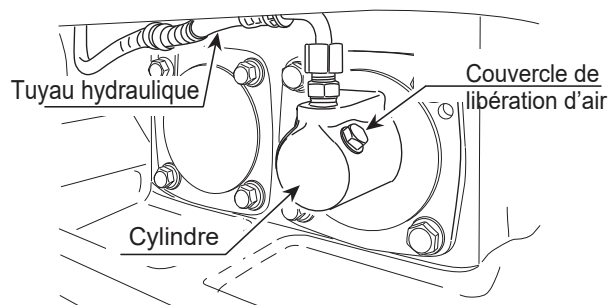

Figure 26. Démontage du flexible hydraulique
3. Enlevez le flexible hydraulique qui est raccordé au cylindre du côté vibreur (Figure 26).
9. Enlevez le bouchon de purge d'air du cylindre du vibreur. De l'huile sortira ensuite par le bouchon de purge d'air. Une fois que l'air cesse de sortir, réinstallez le bouchon. Serrez convenablement (Figure 26).